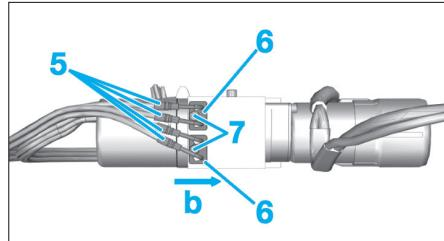

Fig. 103
- Déposer les vis de fixation (7) (Fig.103).